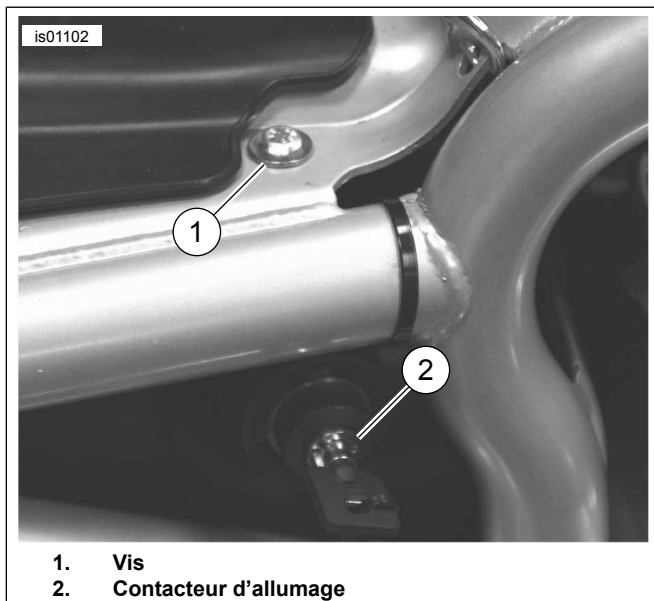

Figure 6. Conducteur de masse (modèles V-Rod 2006 et antérieurs)
1. Consultez Figure 6. Retirez la vis (1, sous la selle) qui retient le contacteur d'allumage (2) à la droite du cadre.